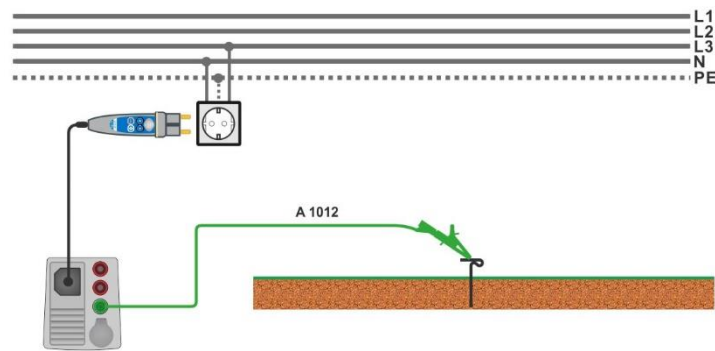

Abbildung 7.41: Anschluss für die Uc(P) Messung
- Schließen Sie die Prüfleitung an den P/S - Anschluss und an den externen geerdeten Punkt an (optional, siehe **Abbildung 7.41**).